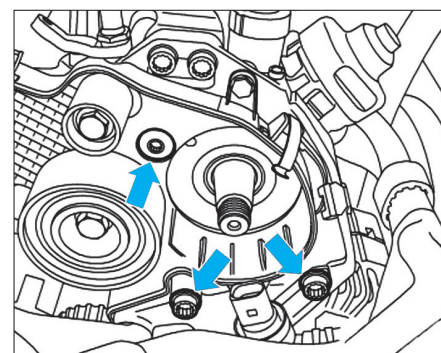

Fig. 34
- Déposer les vis de fixation de la pompe haute pression, puis retirer la pompe (Fig.34).